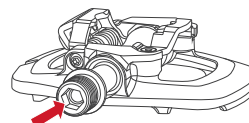

Figura 1. Chave sextavada para o eixo do pedal
3. Utilizando uma chave sextavada de 8mm na zona posterior do eixo dos pedais (Figura 1), aperta os pedais ao braço pedaleiro com as seguintes especificações de aperto 40.2-42.9 Nm (350-380 lb•in).